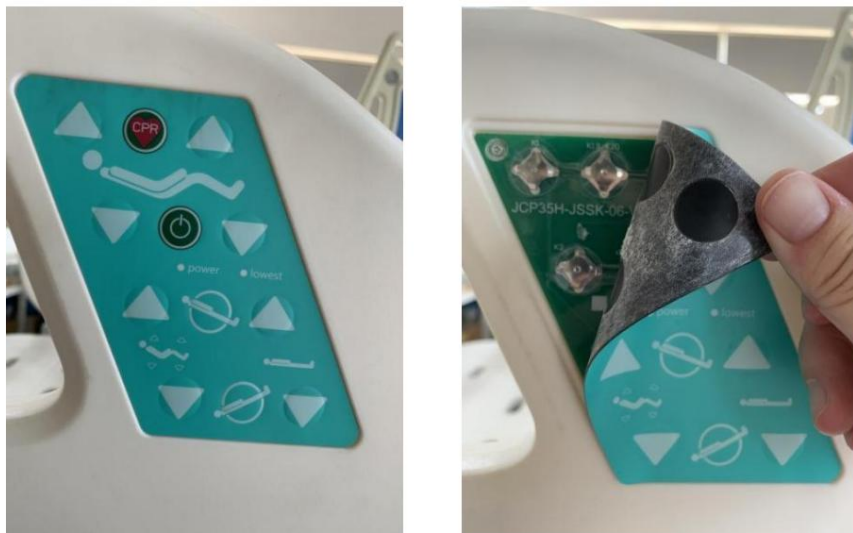

Bild. 1-4
B. Kontrollmetod: dra av skyddsklistermärket från sidoskenans kontrollpanel, med en skruvmejsel och skruva loss de 4 skruvarna, se bild 1-4;